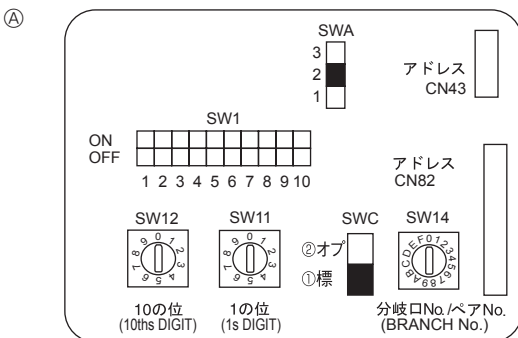

Fig. 6-4
6.5. Установка адресов (Fig. 6-4)
① Установка адресов
6.6. Установка переключателей для различной высоты потолка (Fig.6-4)
6.7. Определение температуры в помещении встроенным датчиком пульта дистанционного управления (Fig.6-4)